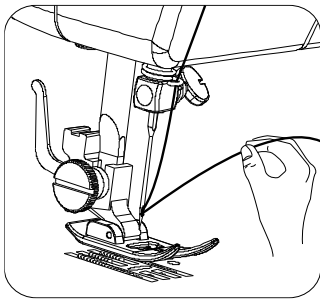

Abb. 12
- 3) Klappen Sie den Nähfußhebel hoch. Halten Sie das Ende des Oberfadens mit einer Hand fest und drehen Sie mit der anderen Hand das Handrad gegen den Uhrzeigersinn, sodass die Nadel nach oben und unten fährt. Der Nadelfaden nimmt den Spulenfaden auf und zieht ihn mit nach oben durch das Loch unter der Nadel hindurch (Abb. 12 und 13).